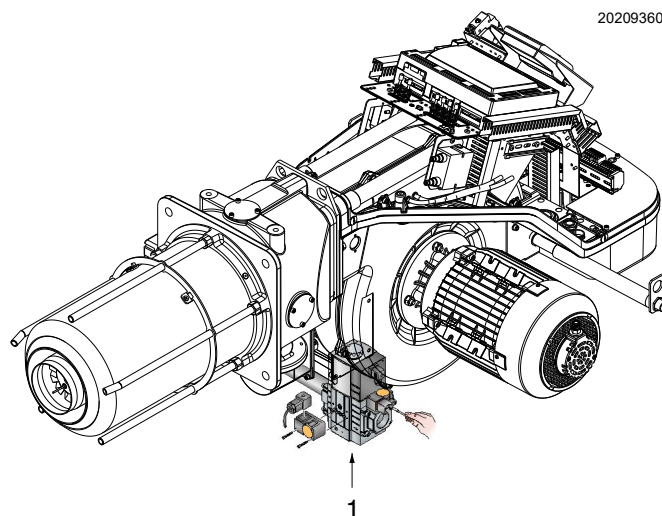

Fig. 32
- Contrôler la pression d'alimentation du gaz en raccordant un manomètre sur la prise de pression 1)(Fig. 32) du pressostat gaz seuil minimum : elle doit être inférieure à la pression maximale admise de la rampe gaz figurant dans la plaque d'identification.
- Purger l'air des tubes de la rampe gaz, en raccordant un tube en plastique sur la prise de pression 1)(Fig. 32) du pressostat gaz seuil minimum. Porter le tube de purge à l'extérieur de l'édifice jusqu'à sentir l'odeur du gaz.
À titre d'orientation, on peut le trouver dans le Fig. 25, Fig. 26, Fig. 27 et Fig. 28 à la page 29, il suffit de lire la pression du gaz sur le manomètre en U (illustré sur la Fig. 32 à la page 33) et de suivre les indications.